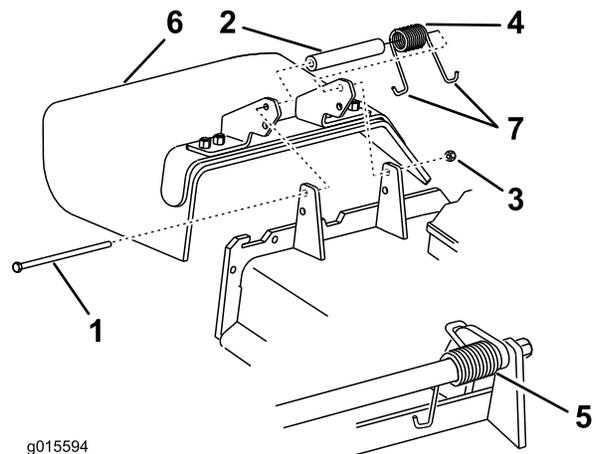

Figura 104
1. Retire la contratuerca, el perno, el muelle y el espaciador que sujetan el deflector a los soportes de pivote (Figura 104). Retire el deflector de hierba dañado o desgastado.
Nota: Asegúrese de colocar un extremo en **J** del muelle detrás del reborde de la carcasa antes de instalar el perno, según se muestra en Figura 104.
3. Instale el perno y la tuerca. Coloque un extremo en **J** del muelle alrededor del deflector de hierba (Figura 104).